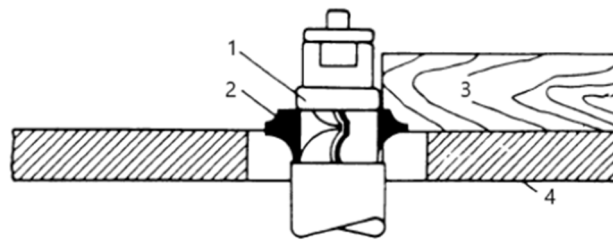

Figura 8
2. El uso del collar por encima del cortador, figura 8, ofrece la ventaja de que el corte no se ve afectado por ligeras variaciones en el espesor del material. Sin embargo, el corte no es visible durante la operación. Otra ventaja es que el levantamiento accidental de la pieza de trabajo no dañará la pieza de trabajo. Simplemente corrija el error repitiendo la operación.